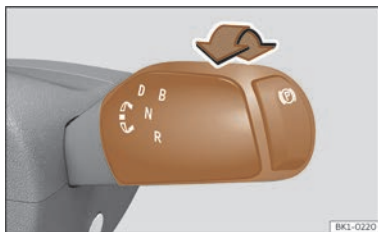

Fig. 106 Sélecteur de vitesses avec la touche du frein de stationnement électronique.
Le sélecteur de vitesses est équipé d'une touche (P) pour le frein de stationnement électronique. Pour passer de la position neutre N à une autre, mettez le contact d'allumage, appuyez sur la pédale du frein et tournez le sélecteur dans la direction souhaitée >>> **fig. 106** (flèche) :
Le passage entre les positions D et B se fait en tournant une fois le sélecteur de vitesses vers l'avant depuis la position D/B >>> **fig. 106**. Le sélecteur revient toujours à la position initiale. En le tournant à nouveau vers l'avant, il se remet sur la position D.